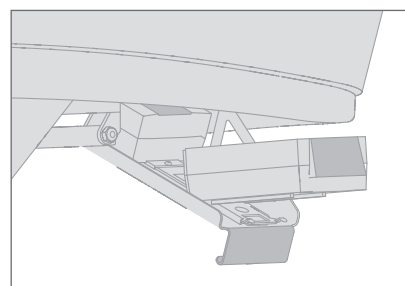

Figura 12. Installazione/rimozione della batteria nel/dal vano batteria
2. Premere sulla leva di rilascio batteria per disimpegnare la batteria dalla staffa di montaggio e sollevarla. La batteria verrà così scollegata dalla centralina (vedi figura 12).